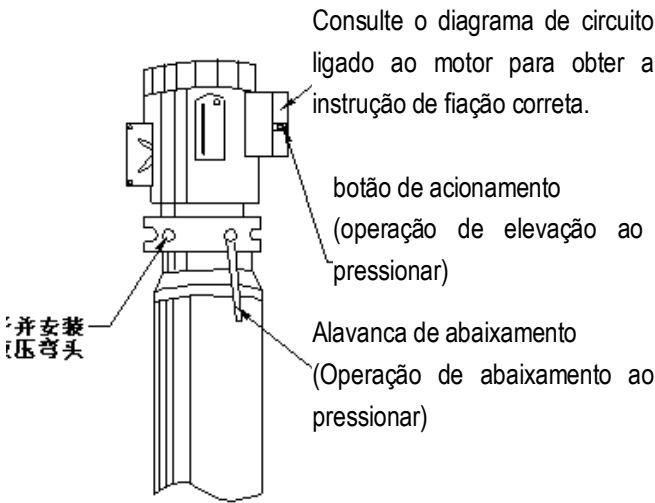

Fig. 7
- Utilize dois parafusos e arruelas M10 (como mostrado na Fig. 7) para fixar a unidade de alimentação. Após fixar a unidade de força, preencha o reservatório com óleo hidráulico (capacidade de óleo de 10L). Opere com cuidado para evitar que poeira e outros poluentes se misturem com óleo hidráulico.
na Fig. 7)